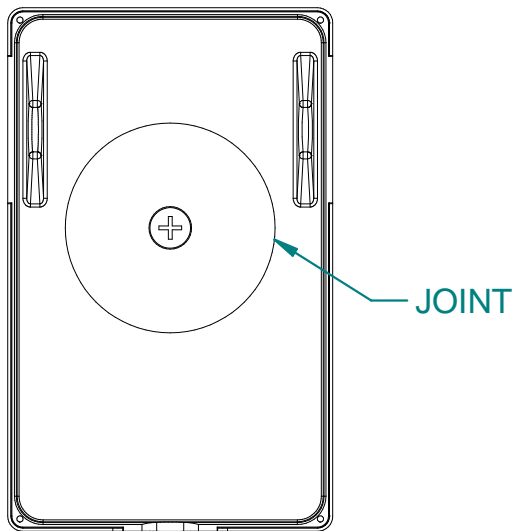

Fig. 4
- (See Fig. 4) Using the provided round gasket, remove the paper backing and stick the gasket to the back of mounting plate. This gasket will cover the junction box.
- (Voir Fig. 4) À l'aide du joint rond fourni, retirez le support en papier et collez le joint à l'arrière de la plaque de montage. Ce joint couvrira la boîte de jonction.